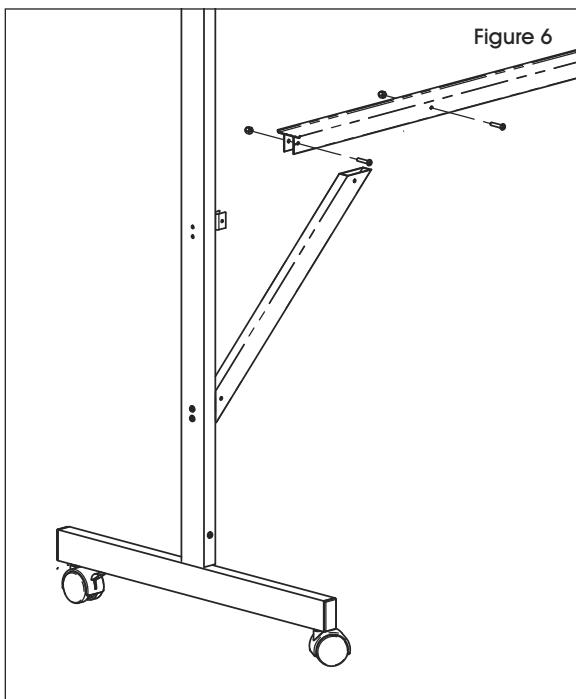

Figure 6
8. Fixez le plateau à marqueurs aux pattes en l'installant sur les grands supports en U et les renforts. Alignez les trous et installez une vis de 1 po et un écrou borgne à travers chacun des quatre trous. (Voir Figure 6)